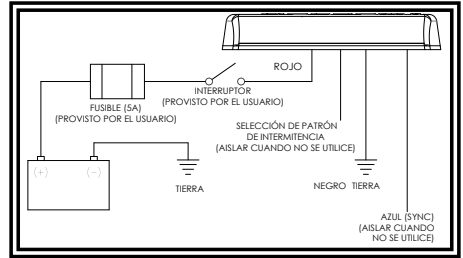

Figura 6
5. Conecte los cables de alimentación como se indica en la sección de cableado (vea la figura 6).
El cableado de la Minibar de montaje permanente es el que se muestra en la figura 6. Todo el cableado debe ser como mínimo 18 AWG. La línea positiva debe tener un fusible de 5 amperes, según se indica. Se puede utilizar un interruptor para controlar la función de encendido-apagado.